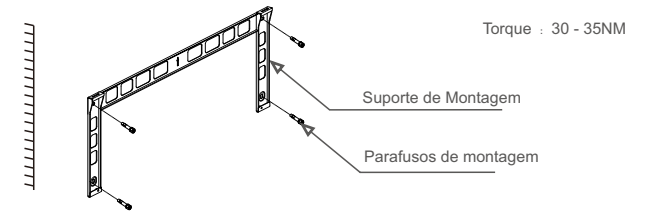
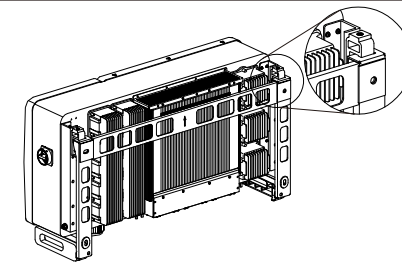

Figura 3.6 Montagem do inversor na parede
Figura 3.7 Instale o inversor
Consulte a figura 3.6 e a figura 3.7. O inversor deve ser montado verticalmente. As etapas para montar o inversor estão listadas abaixo.
1. Consulte a Figura 3.6, faça orifícios para parafusos de montagem com base no diâmetro do furo do suporte usando uma broca de precisão, mantendo a broca perpendicular à parede. A profundidade máxima é de 90 mm
2. Certifique-se de que o suporte esteja horizontal. E se os orifícios de montagem (na Figura 3.6) estão marcados corretamente. Faça os furos na parede em suas marcas.